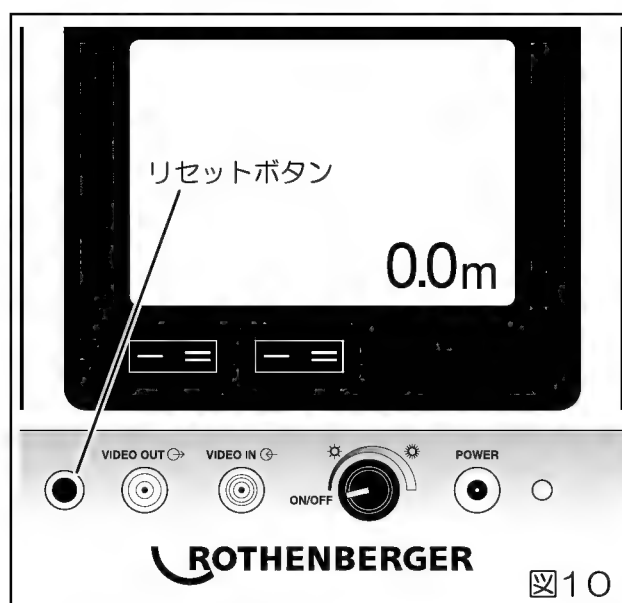

図10
- ・距離を測定したいところで、リセットボタンを押すと、カウンタが“0.0m”と表示されます。(図10)